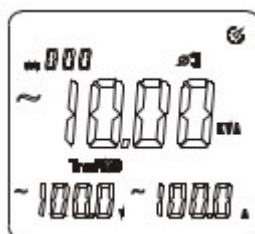

Figura 9-5
- Como muestra la figura 9-5, presione la tecla “SELECT” para elegir la fase 3 para un sistema trifásico de cuatro cables. Se indicará la potencia reactiva, la tensión y corriente de la fase 3, $\phi 3$.